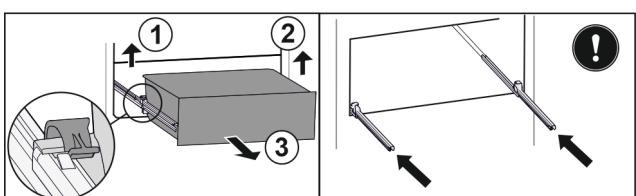

Fig. 40
- ▶ 提起左侧夹子，同时将抽屉左侧向前拉。Fig. 40 (1)
- ▶ 提起右侧夹子，同时将抽屉右侧向前拉。Fig. 40 (2)
- ▶ 朝前取出抽屉。Fig. 40 (3)